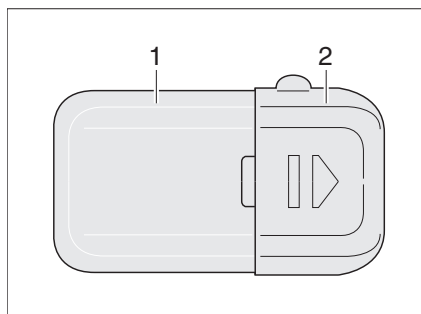

Fig. 263 Eclairage de la penderie
- Enfoncer légèrement le couvercle de la lampe (Fig. 263,1) et le retirer.
- Pousser le couvercle (Fig. 263,2) dans la direction de la flèche.
- Repousser le couvercle (Fig. 263,2) en place.